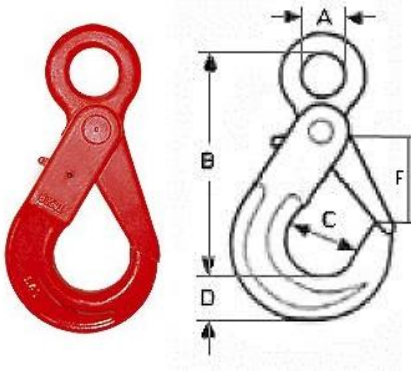

Рис.1
**Крюк самозакрывающийся с проушиной** (с принудительным закрыванием) грузовой применяется в различных грузоподъемных устройствах. Крюк автоматически закрывается при подъеме груза. Открывается только при нажатии на блокирующий рычаг. В крюк вмонтированы соединительный штифт и предохранительная пружина. Рабочая нагрузка от 1.12 до 21,5 т (см. рисунок 1 и таблицу 1).